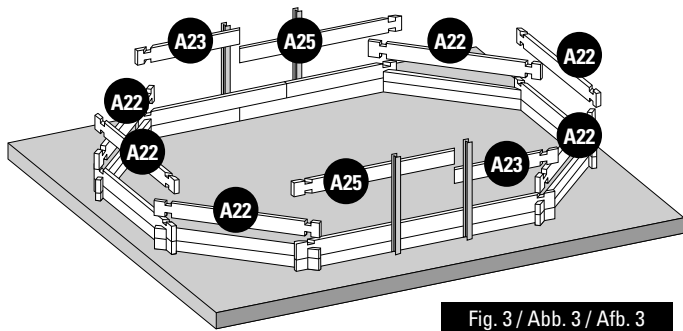

Fig. 3 / Abb. 3 / Afb. 3
- EN 3rd LAYER OF BOARDS:** Install the third layer of boards as shown in figure 3. The position of the refilling fitting with the key and the skimmer should be defined at the start of the assembly (read the specific paragraphs).
- FR 3^{ÈME} RANGÉE MADRIERS :** Positionnez les madriers de la 6ème rangée conformément à la figure 3. Vous devez avoir déterminé l'emplacement de la buse de refoulement et du skimmer dès le début du montage (voir paragraphes spécifiques).
- DE 3. BRETTERREIHEN:** Platzieren Sie die Bretter der dritten Reihe laut Abb. 3. Zu Beginn der Montage müssen Sie die Lage des Druckventils und des Skimmers festlegen (lesen Sie hierzu die entsprechenden Abschnitte).
- NL 3ª RIJ PLANKEN:** Plaats de planken van de derde rij zoals te zien is op afbeelding 3. U moet al bij aanvang van de montage bepalen op welke plaats het uitstroommondstuk en de skimmer moet komen (less de betreffende paragrafen).